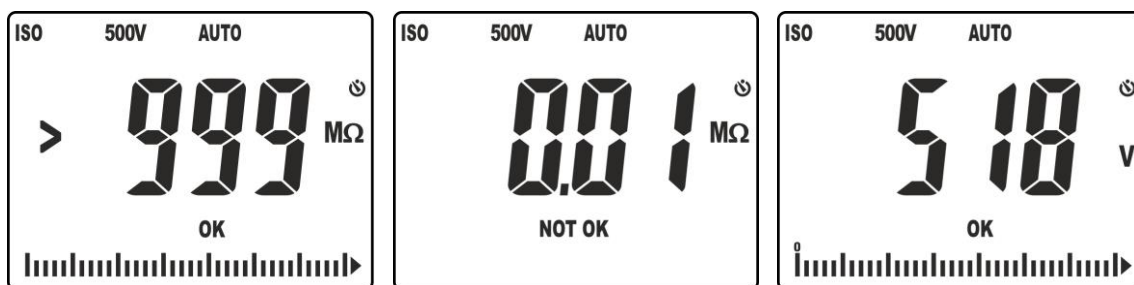

Abb. 18: Mögliche Ergebnisse der Isolationsmessung im Betriebsmodus AUTO
10. In der Abb. 18 – linkes Bild wird der Wert des Isolationswiderstands (">999" MΩ) mit positivem Ergebnis "OK" angegeben (hier ist der Wert höher als der eingestellte Grenzwert). In der Bildschirmseite in der Abb. 18 – rechte Seite wird der Wert des Isolationswiderstands mit negativem Ergebnis "NOT OK" angegeben (Wert niedriger als der eingestellte Grenzwert).